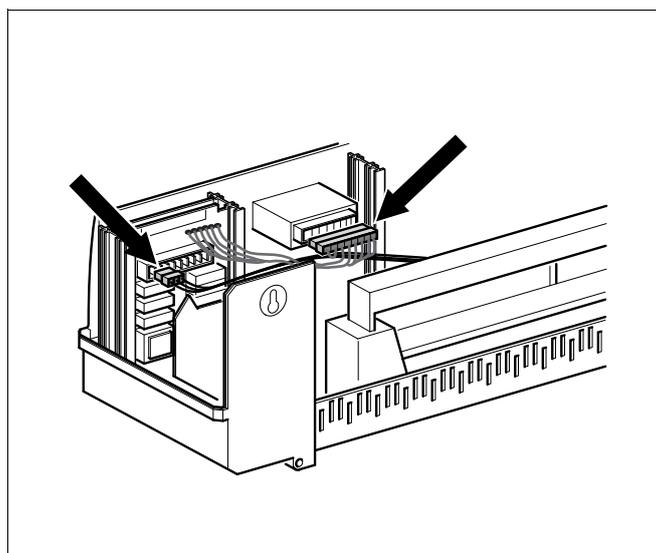

Рис. 4 Подключение электропитания
- Вставьте штекер 230 В в модуль (Рис. 4).